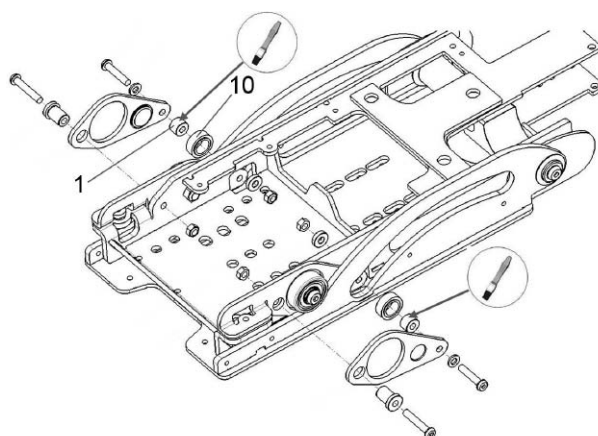

Bild 24. Smörj hjulen och hylsorna med smörjfett innan montering.
12. Smörj hjulen och hylsorna med smörjfett innan montering. Montera hjulen (10), hylsorna (1) och plåtarna med tillhörande skruvar och muttrar. Se bild 24.
14. Smörj ställdonets trapetsgंगा med smörjfett och skruva in ställdonet i sitstiltens axel ca. 5 varv. Anslut försiktigt ställdonet till 24 volts strömkälla och kör försiktigt ställdonet inåt till dess att ställdonets bakre ände ligger ca. 17-18 mm. innanför plåtarnas bakre kant. Se bild 24.